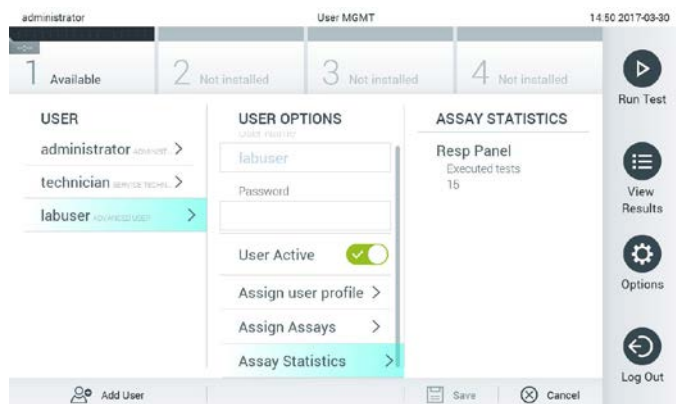

Figura 55. Visualização das estatísticas do ensaio.
- Assay Statistics (Estatísticas do ensaio): apresenta o número de vezes que um ensaio foi executado pelo utilizador selecionado (Figura 55).